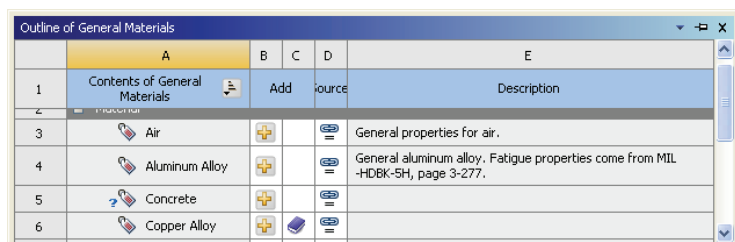

图 23-4 添加 Copper Alloy 材料
4) 在 Outline of General Material 窗口中, 选择 Copper Alloy 并单击后面的添加符号, 如图 23-4 所示。